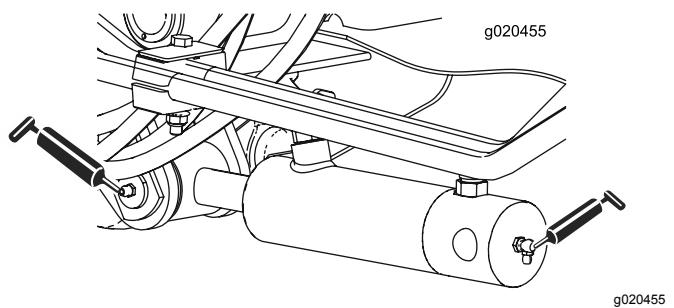

Figura 65
- Casquillos de los cilindros de los brazos de elevación (2 en cada lado) (Figura 65)